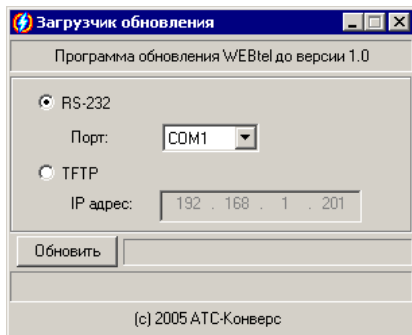

Рисунок 28 – Окно загрузчика обновления ПО адаптера
10.3 После запуска загрузчика обновления появится окно программы (рисунок 28).
10.5.2 В окне загрузчика обновления (рисунок 28) установите переключатель режима передачи данных в положение «RS-232» и выберите из выпадающего списка номер последовательного порта, к которому подключен адаптер.
10.6.2 В окне загрузчика обновления (рисунок 28) установите переключатель режима передачи данных в положение «TFTP» и введите в соответствующем поле IP-адрес обновляемого адаптера.